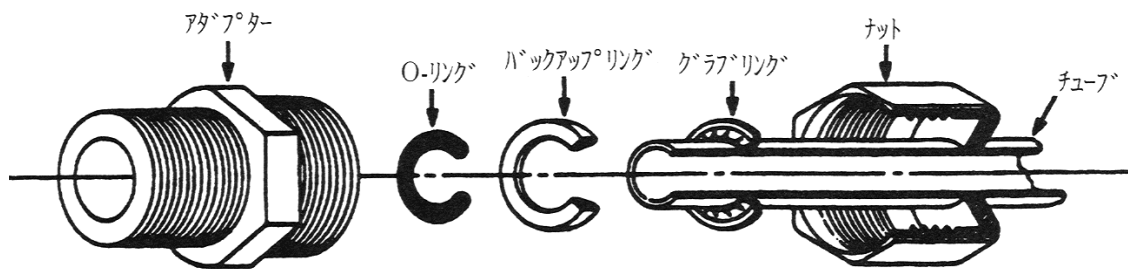

図4：代表的なチューブアダプターの取付図
1. 継手を完全に分解します。各パーツの名称を知るため図4を参照下さい。
2. 給水ラインにチューブアダプターを取り付けます。図 4 を参考にして、給水ラインを閉じるためにバルブの取り付けをお勧めします。試運転中にワンタッチコネクターを本体後部左隅の供給水接続口に接続します。